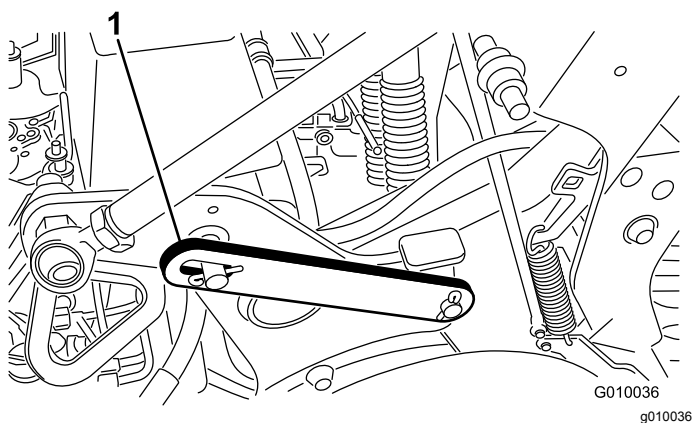

Figure 21
3. Retirez la goupille à anneau qui fixe le verrou de service en position de rangement (Figure 21).